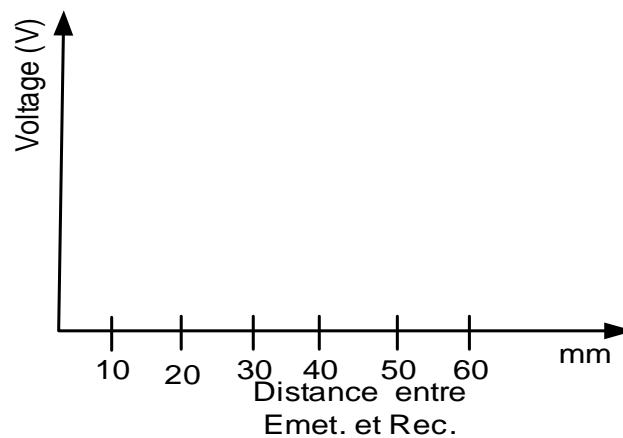

Fig.4.4. Graphe de la tension en fonction de la distance.
12. Mesurez la tension de sortie crête à crête sur l'oscilloscope. Mesurez la tension de sortie à chaque intervalle de 5mm et tracez sur la Fig.4.4 la courbe indique les résultats, tracez la forme d'onde pour 10mm.